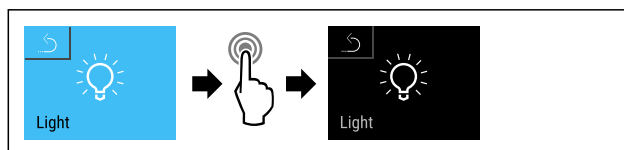

Fig. 71
► Seguir los pasos de procedimiento (consulte Fig. 71) .